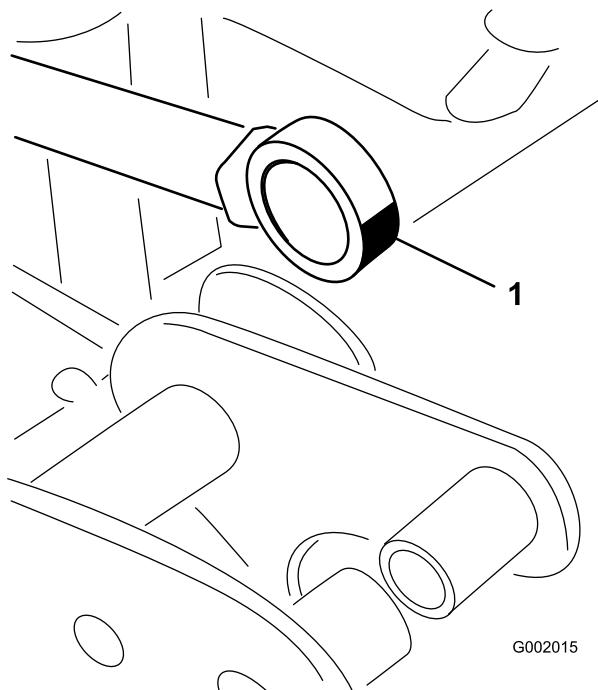

Figure 50
5. Manipulez le côté roulement de la tige d'actionneur et appliquez de la graisse dans le roulement (Figure 50). Essuyez tout excès de graisse.